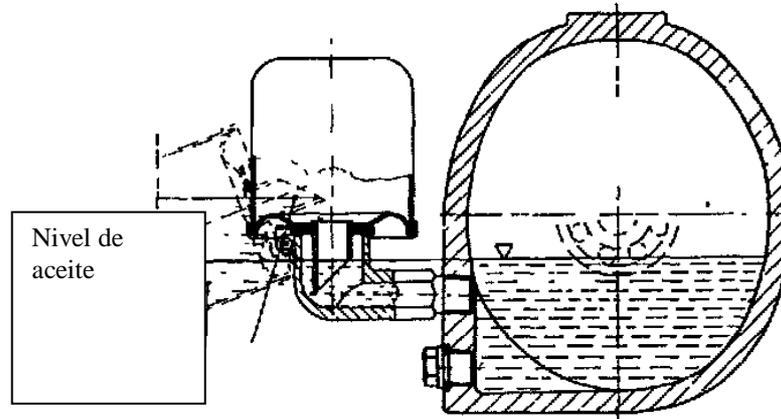

Fig.18 – Baso Lubricador
- Volver el recipiente transparente a su posición original. Aguardar cerca de 10 minutos hasta que automáticamente parte del aceite baje desde el recipiente hacia el soporte, completando así el nivel necesario que es a línea de centro de la esfera inferior del rodamiento indicado en la Fig. 18